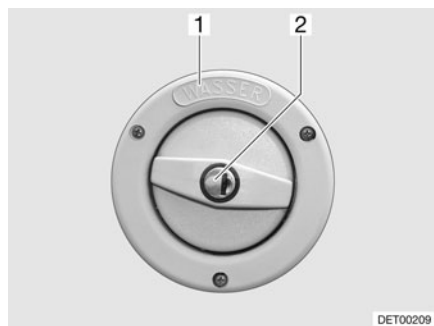

Fig. 140 Couvercle de fermeture du bec de remplissage d'eau fraîche
Le bec de remplissage d'eau fraîche est désigné par l'inscription "WASSER" (eau) (Fig. 140,1). Le couvercle de fermeture est ouvert et verrouillé à l'aide de la clé pour les serrures extérieures.
- Insérer la clé dans le barillet (Fig. 140,2) et la tourner d'un quart de tour dans le sens inverse des aiguilles d'une montre.
- Ouvrir le bec de remplissage d'eau fraîche (Fig. 140).